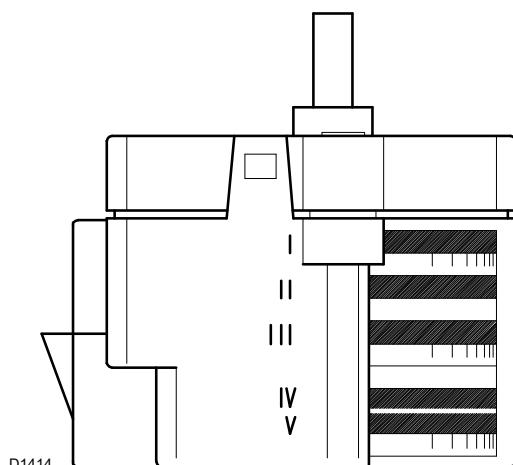

Fig. 22
- Camma I:** Regolata a 0° (posizione di serranda aria chiusa in sosta). Per avere una parziale apertura aumentare questa regolazione (Fig. 22).